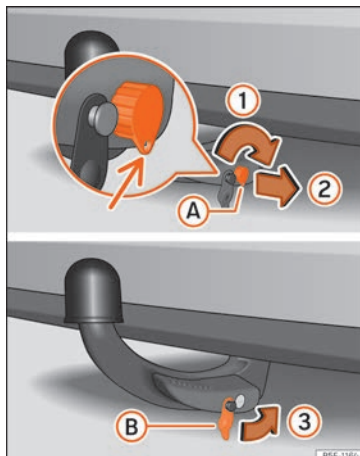

Fig. 180 Colocación del gancho de remolque. Paso 2
- Gire la llave hacia la derecha justo media vuelta, hasta que el agujero de la llave quede abajo » fig. 180 (1).
- Extraiga la llave (2).
- Coloque la tapa (B) en la cerradura » fig. 180 » ①.